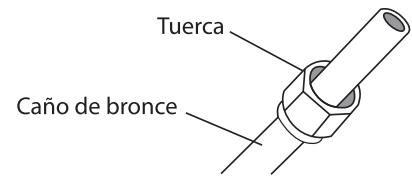

Fig. 7.3
3. Ubique las tuercas para abocardar en ambos lados del caño. Asegúrese que estén apuntando a la dirección correcta, porque no puede volver a ponerlos o cambiar su dirección una vez que comience a abocardar. Vea fig. 7.3.